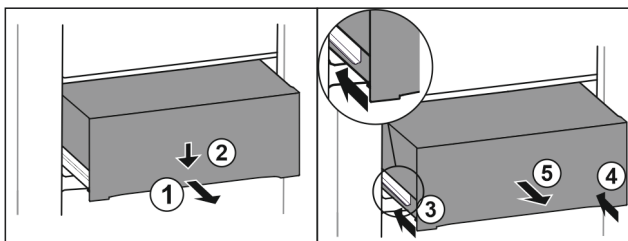

Fig. 105
- ▶ Extrageți pe jumătate sertarul. Fig. 105 (1)
- ▶ Apăsați în jos sertarul pe partea frontală. Fig. 105 (2)
- ▶ Inșerați șina stângă aproximativ 2 cm. Fig. 105 (3)
- ▶ Inșerați șina dreaptă aproximativ 2 cm. Fig. 105 (4)
- ▶ Extrageți sertarul spre înainte. Fig. 105 (5)